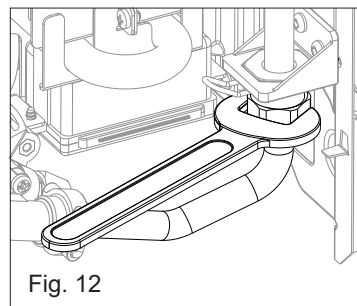

Fig. 12
- Allentare il raccordo indicato in fig. 12
- Stringere il dado indicato in fig. 12